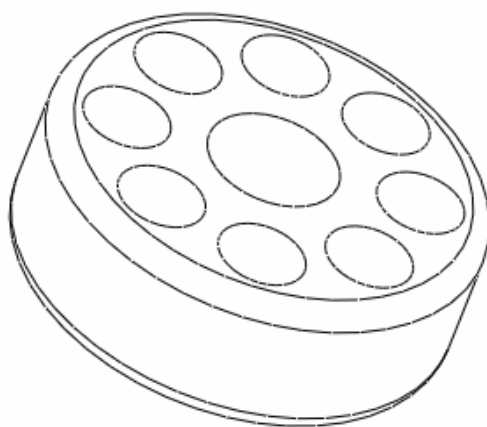

图 16-4
- (3) 选择角度尺寸“ $45^\circ$ ”作为阵列方向的尺寸，在弹出的文本框中输入角度尺寸增量为“45”。
- (4) 在阵列特征操控板中输入阵列子特征数量为8（包含原始特征）。
- (5) 单击阵列特征操控板中的  按钮，完成阵列特征，结果如图 16-4 所示。